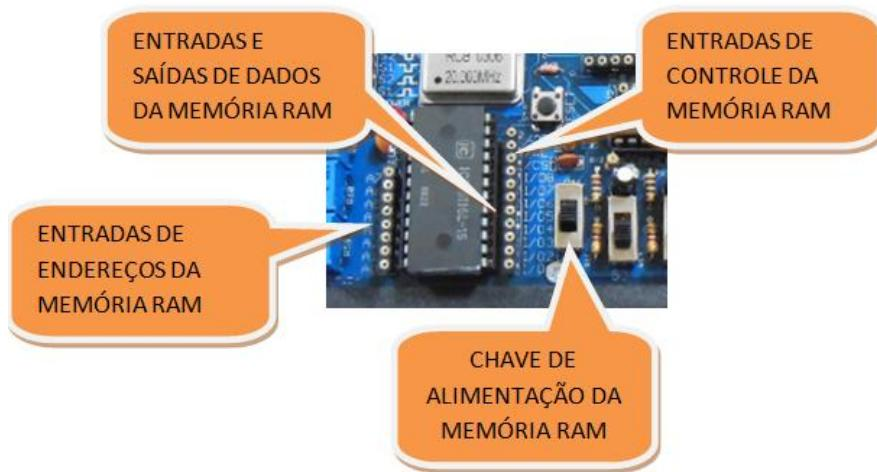

Figura 18
- Para simular o funcionamento da memória RAM quando desligada, para confirmar a perda dos dados sem desligar o kit, foi implementada uma chave de alimentação somente para esta memória, dessa forma pode-se gravar os dados na mesma, e depois desenergizá-la sem que para isso tenha que desligar o kit completo, as entradas e saídas de dados e controle e a chave da memória RAM são mostradas na figura 18.